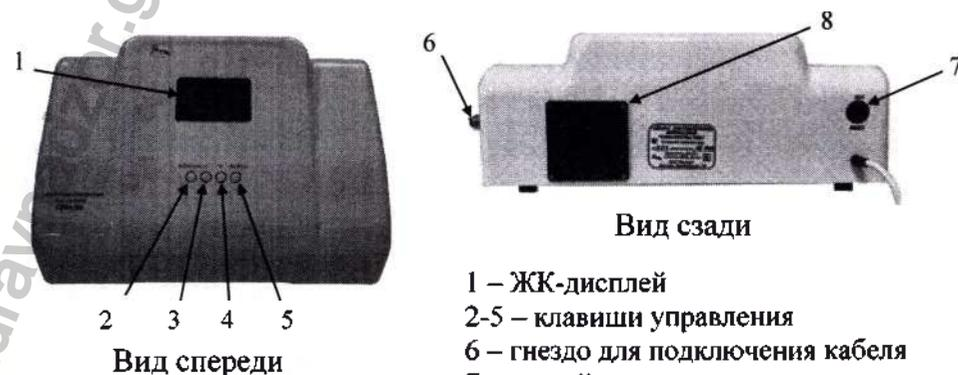

Рисунок 2 – Электронный блок.
- ЖК-дисплей (Рис.2.поз1.) для отображения информации;
- клавиши управления (Рис.2.поз.2-5) с переменным назначением: «Выбор/Пауза» - «Выбор» - установка необходимых параметров, «Пауза» - установка паузы во время процедуры, « \wedge » - «больше» - увеличение значений устанавливаемых параметров, « \vee » - «меньше» - уменьшение значений устанавливаемых параметров, «Пуск/Стоп» - «Пуск» - запуск процедуры, «Стоп» - экстренная ручная остановка процедуры
4.2.4 На правой боковой панели корпуса расположено гнездо для подключения соединительного кабеля (Рис.2. поз.6).
4.2.5. На задней панели аппарата расположены: сетевой выключатель (Рис. 2.поз.7) и вентиляционная решетка (Рис.2 поз.8).